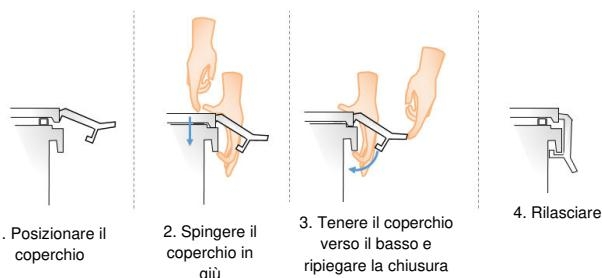

Figura 20 Chiusura del coperchio esterno.
- Chiudere il serbatoio con i due coperchi sterili confezionati separatamente. Posizionare prima il coperchio interno e poi quello esterno (Figura 8, voci 2 e 1). Piegare il fermo attorno al bordo del serbatoio per bloccare il coperchio esterno (Figura 20).